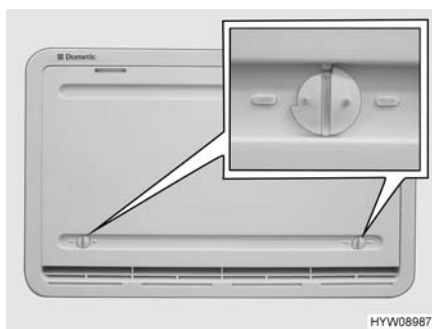

Fig. 142 Copertura invernale (griglia di aerazione del frigorifero)
Le coperture invernali (Fig. 142) proteggono il gruppo frigorifero dall'aria fredda. Posizionare le coperture invernali davanti a entrambe le griglie di aerazione del frigorifero quando la temperatura esterna scende al di sotto di +10 °C (sia per funzionamento elettrico che a gas).
- Aprire entrambi i bloccaggi (Fig. 142), la scanalatura risulterà orizzontale.